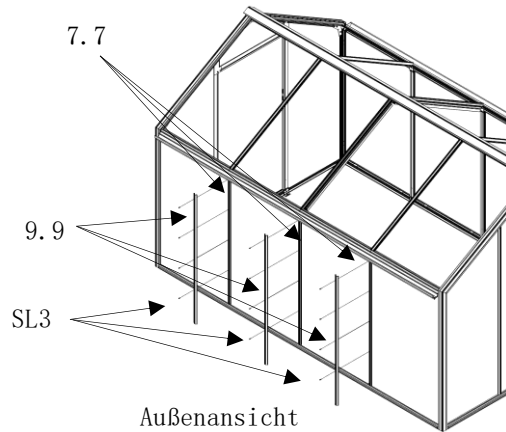

Abb. 93
- die unteren beiden Senkkopf-Bohrschrauben 4,2x16 (Pos. SL3) werden zu einem späteren Zeitpunkt eingebaut. (Abb. 93)